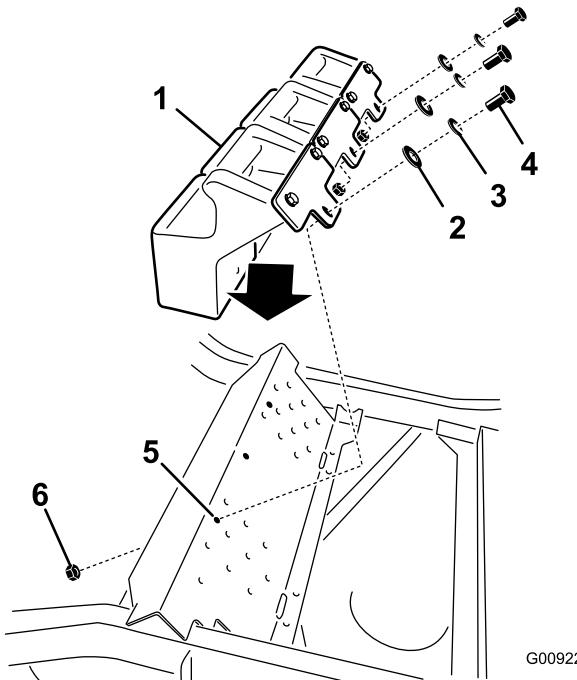

図 35
2. フットレストの上部に前ウェイトを取り付ける図 35。
1 inch 6本、ロックワッシャ6枚、平ワッシャ6枚、フランジナット 3/8 インチ 3枚を使用する図 35。